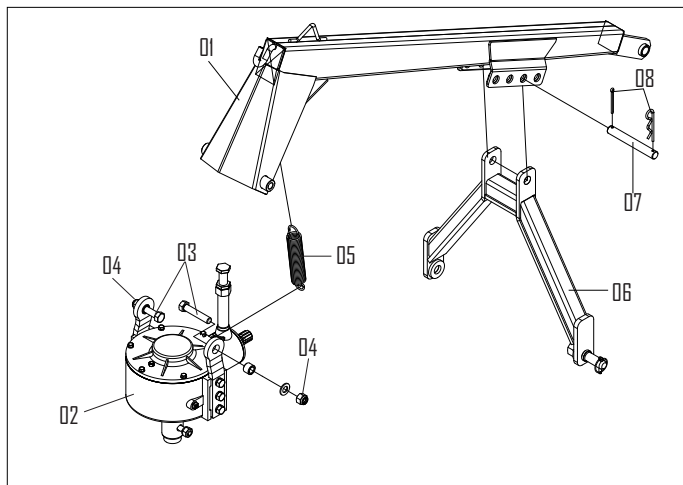

FIGURA 04
Conforme figura 04 monte no chassi do perfurador (1) a caixa redutora (2), através dos parafusos (3) e trave com as porcas (4).
### MONTAGEM DA PTI ( FIGURA 04)